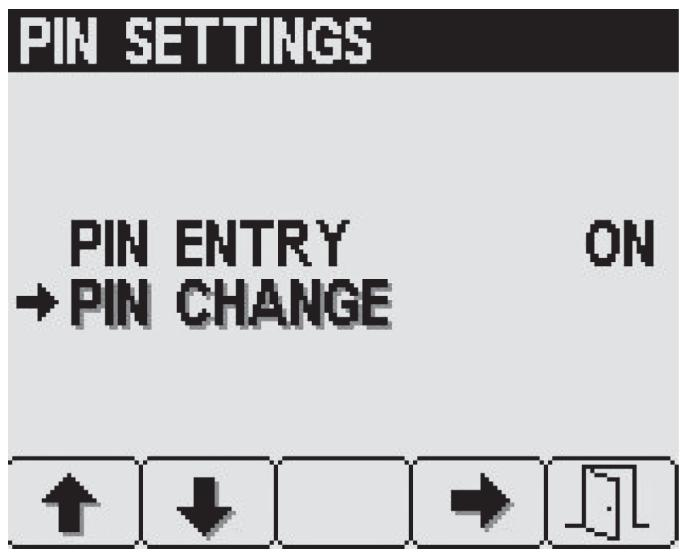

Figura 17
- A partir do ecrã de definições do PIN, prima o botão 2 até chegar à opção para mudar o PIN, depois prima o botão 4 para selecionar (Figura 17).